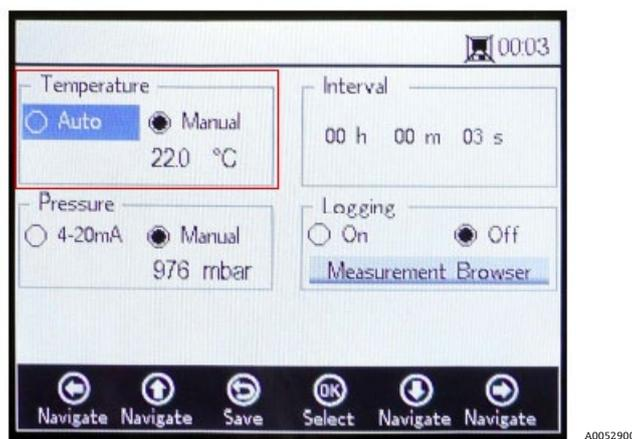

Figure 32. Écran Measurement settings – Compensation de température
Sur l'écran MEASUREMENT SETTINGS, utiliser les boutons de navigation pour accéder à la zone Temperature. Voir la figure 32.
1. Modifier les paramètres en fonction de l'unité de mesure souhaitée dans le coin inférieur droit de la zone "Temperature". La figure 32 montre la température réglée à 22,0 °C.